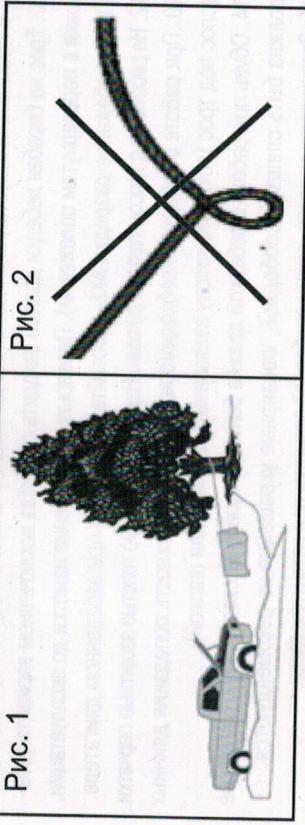

Рис. 1
20. Рекомендуется гаситель энергии троса (покупается отдельно), либо куртка, одевая или другая тяжелая ткань, наброшенные на трос на расстоянии 2 м от крюка (рис. 1).